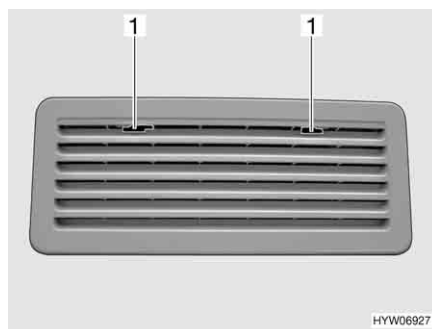

Fig. 56 Griglia di aerazione del frigorifero
- Spingere verso il centro l'arresto (Fig. 56,1).